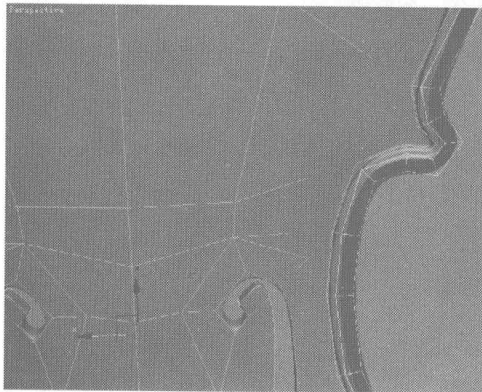

图 5.154
- 23** 选择如图 5.154 所示的面，单击 **Extrude** 右边的小按钮，在弹出的对话框中设置如图 5.155 所示参数，模型如图 5.156 所示。